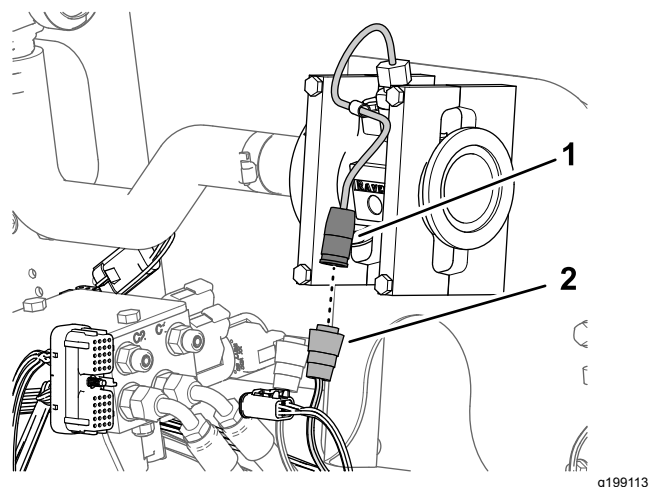

図 85
1. 89cm の枝線の 3 ソケットコネクタFLOW METERというラベルのついたものをフローメータの 3 ピンコネクタに接続する 図 85。